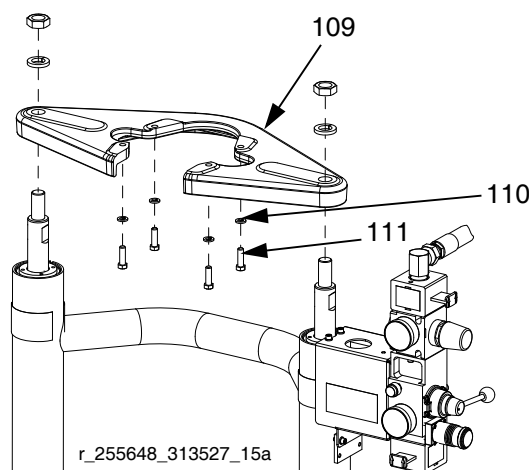

FIG. 27: NXT su D60 con pistone
- b. *Per NXT con piastra più piccola:* se è stato rimosso il motore, serrare le viti di regolazione (111) e le rondelle (110) sulla staffa di montaggio (109). Vedere FIG. 27 a pagina 27.
1. Con un verricello solido, fissare il motore alla piastra di montaggio (109) con viti (111) e rondelle (110). Vedere FIG. 27 a pagina 27.